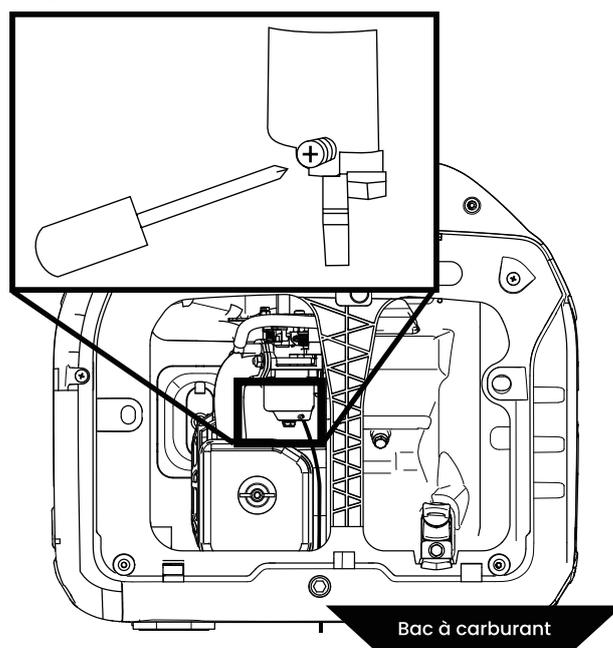

Figura 17: Allentare la vite della vaschetta del galleggiante
3. Allentare la vite di scarico della vaschetta del galleggiante (vedere la Figura 17) finché non si vede il carburante che fuoriesce dalla vaschetta del galleggiante.